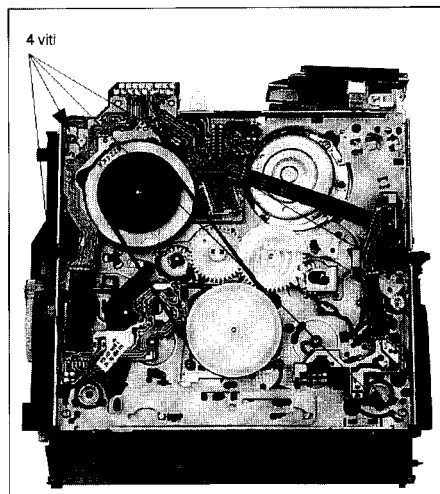

Fig. 1-13
- Svitare le 4 viti di tenuta poste sottostante il deck (fig. 1-13).